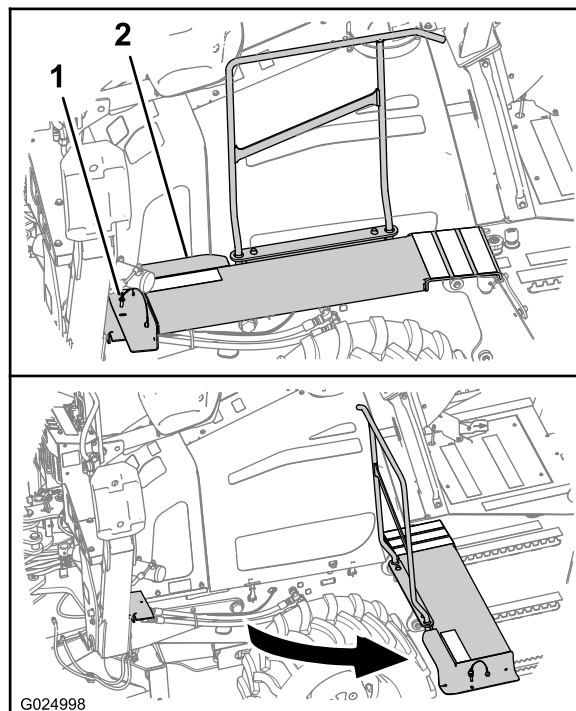

Рисунок 59
- A. С левой стороны машины снимите стопорный штифт с переднего конца пешеходных мостков (Рисунок 59).
- B. Отведите пешеходные мостки в сторону от машины, как показано на Рисунок 59.
- A. Поверните передний конец пешеходных мостков в его исходное положение (Рисунок 59).
- B. Совместите отверстие в пешеходных мостках с отверстием в опорном кронштейне мостков (Рисунок 59).